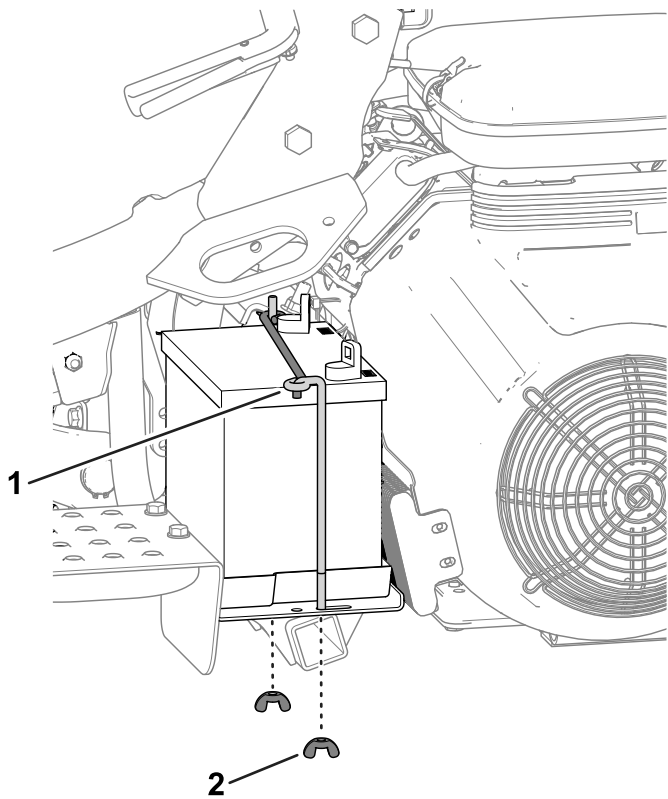

Figure 33
2. Retirez les écrous à oreilles et les tiges qui fixent la batterie à la plate-forme (Figure 33) et sortez la batterie.
5. Placez la batterie sur son support et fixez-la en place avec les tiges et fixations retirées précédemment (Figure 33).